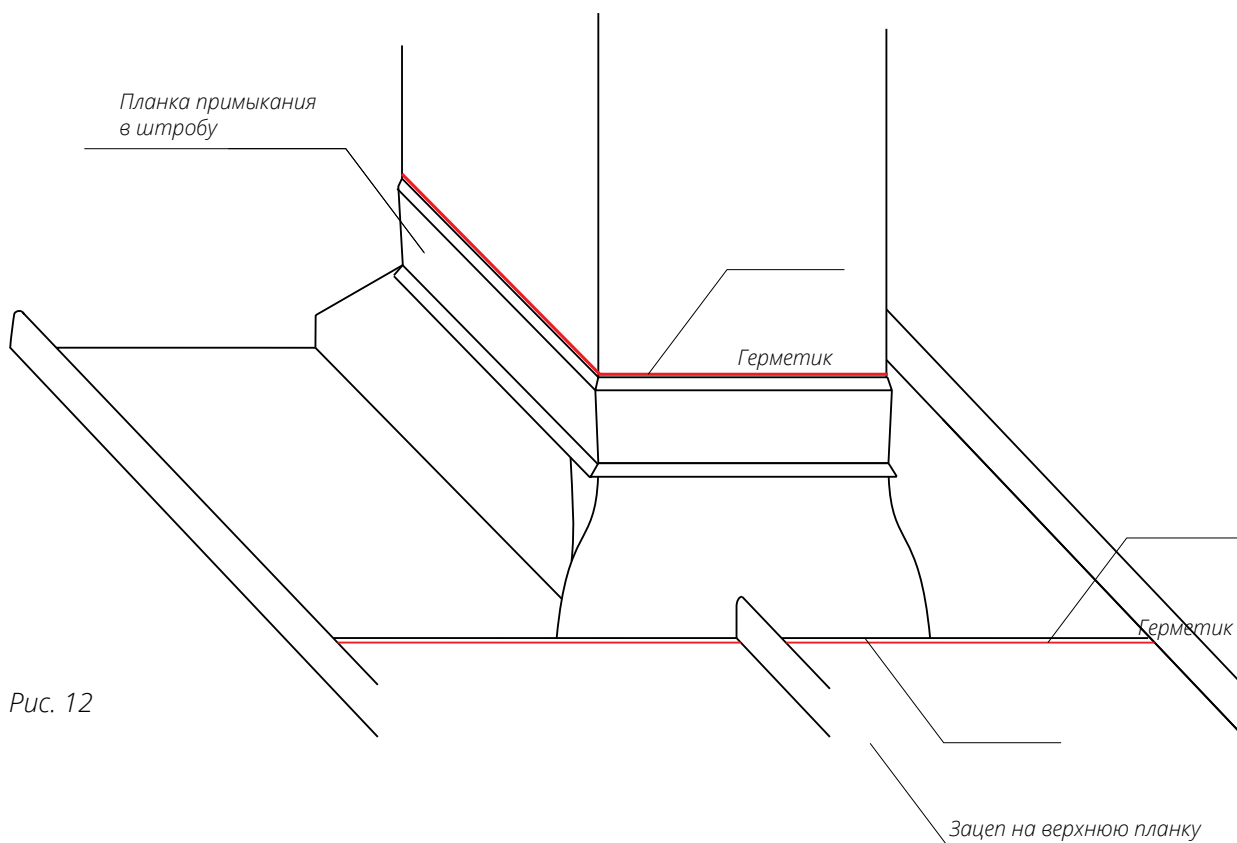

Рис. 12
- По периметру трубы, поверх смонтированных элементов закрепите Планку примыкания в штробу (Планку примыкания внакладку) рис. 12.